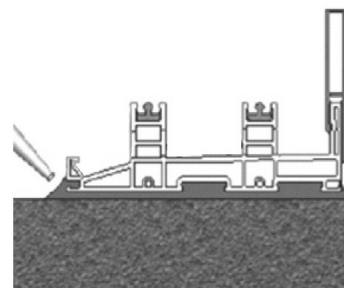

Figura 19
10. Verifique que el marco siga aplomado dentro de la apertura y, a continuación, selle el perímetro exterior del marco (incluido el gancho tipo P, si corresponde) y todos los tornillos, incluidas todas las uniones y esquinas (figura 19).